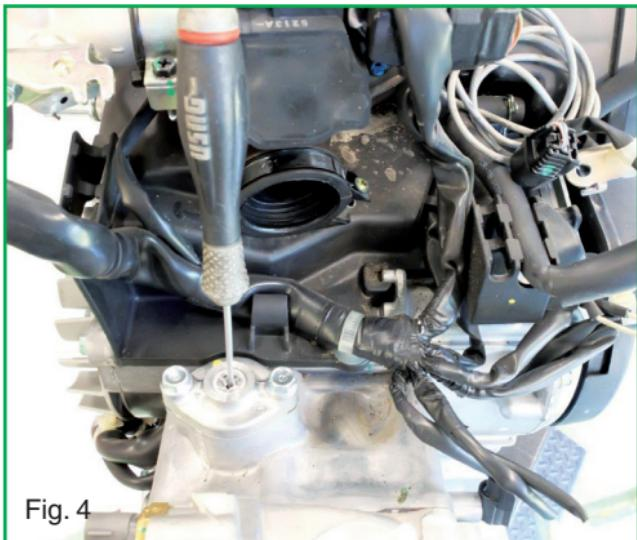

Fig. 4
- Quitar el capuchón con tornillo del tensor de cadena y ajustar el tornillo hasta su bloqueo (Fig. 4).